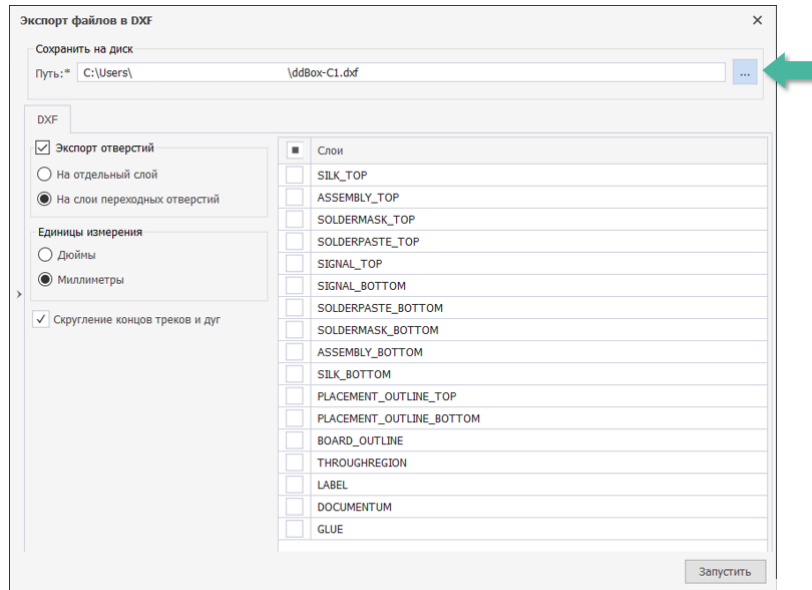

Рис. 82 Окно «Экспорт файлов в DXF»
1. Указать путь для сохранения файла в поле «Сохранить на диск» напротив строки «Путь:»\*, в открывшемся окне «Экспорт файлов в DXF», см. Рис. 82.